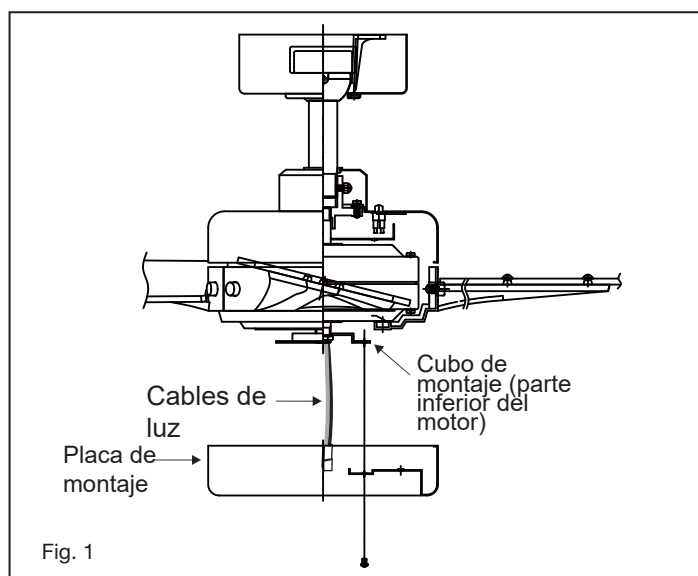

Fig. 1
- 1 Retire uno de los tres tornillos en el cubo de montaje ubicado en el motor del ventilador. Afloje los otros 2 tornillos. (No quitar) (Fig. 1)